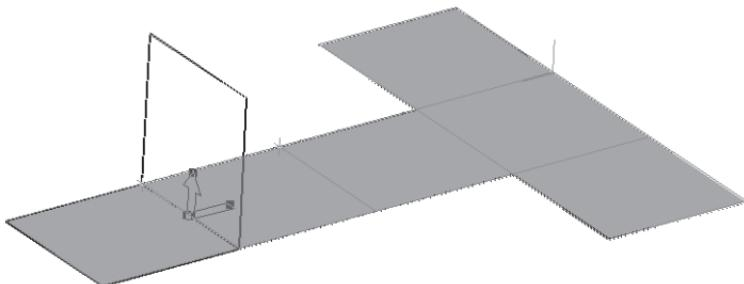

Рис. 373
- – **Сгиб по линии** инструментальная панель – **Элементы листового тела**. Щелчком ЛКМ укажите **Базовую** грань сгиба и **Линию** сгиба. При построении сгиба по линии в окне детали отображается фантомная стрелка. Она указывает прямое направление отсчета угла сгиба и его не-подвижную сторону – ту часть базовой грани, положение которой при сгибе не изменяется (рис. 373);